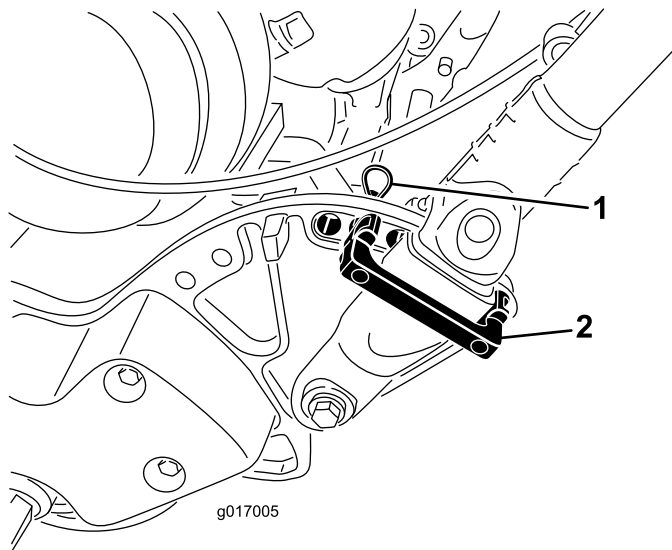

Bild 24
1. Nehmen Sie an jeder Seite des Mähers die Splints aus den Griffbefestigungen (Bild 24).
2. Stützen Sie den Griff ab. Nehmen Sie die Splints an jeder Seite ab. Drehen Sie den Griff auf die gewünschte Einsatzposition (Bild 24).